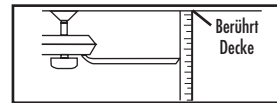
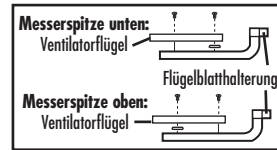

Abb. 1
Abb. 2
4. Die meisten Wackelstörungen werden durch ungleichmäßig ausgerichtete Flügelblätter verursacht. Zur Überprüfung wird ein Punkt an der Decke über einer der Flügelblattspitzen festgelegt. Diesen in Abbildung 1 gezeigten Abstand messen. Die Abmessung in einem Bereich von 3mm halten und den Ventilator soweit drehen, bis das nächste Flügelblatt ausgerichtet ist. Vorgang für jeden Flügel wiederholen. Sind die Flügelblätter nicht alle mit dem gleichen Abstand ausgerichtet, so kann dieser folgendermaßen eingestellt werden. Um ein Flügelblatt nach unten zu verstellen, eine Unterlegscheibe (nicht mitgeliefert) zwischen Flügelblatt und Flügelblatthalterung an der dem Motor (Abbildung 2) nächsten Schraube einlegen. Um ein Flügelblatt nach oben zu verstellen, eine Unterlegscheibe (nicht mitgeliefert) zwischen Flügelblatt und Flügelblatthalterung an der dem Motor (Abbildung 2) am weitesten entfernten Schraube einlegen.